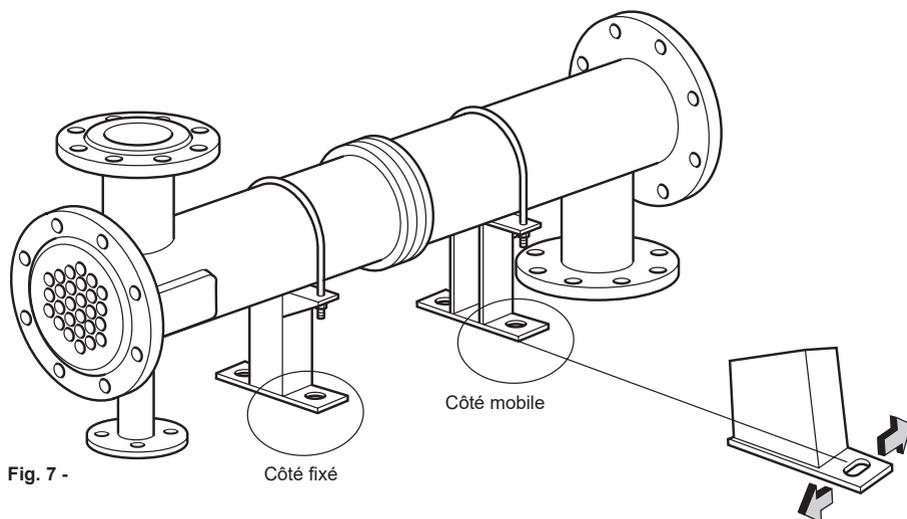

Fig. 7 -
**4.6** Desserrer les boulons de fixation à l'une des extrémités de l'unité pour permettre une libre dilatation (figure 7).